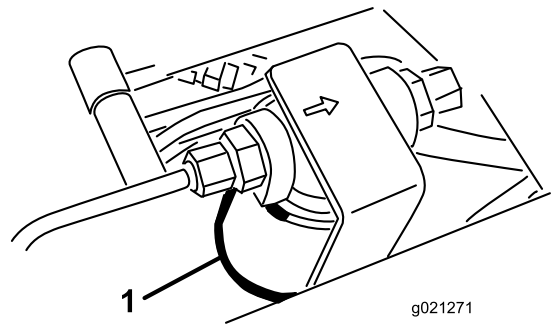
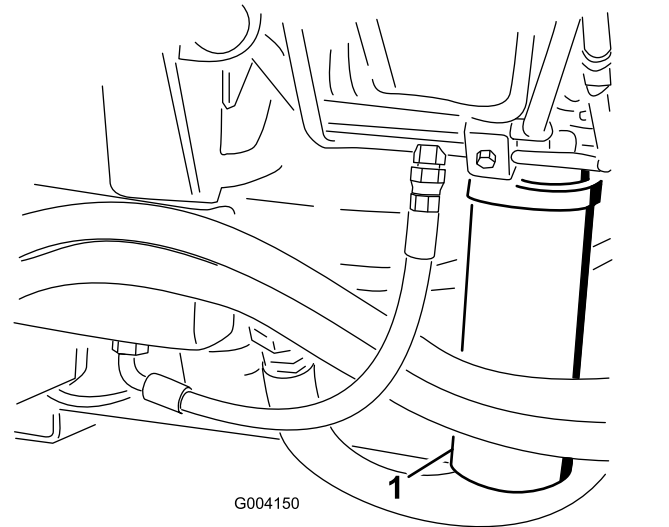

Bild 90
Bild 91
2. Reinigen Sie den Bereich um den Filterbefestigungsbereich und stellen Sie eine Auffangwanne unter den Filter (Bild 90) und (Bild 91).